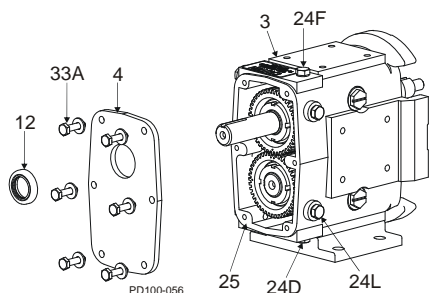

Figura 68 - Remova a tampa da caixa de engrenagens
1. Remova o bujão de drenagem de óleo (Figura 68, item 24D); drene o óleo.
2. Remova os parafusos de tampa da caixa de engrenagens (Figura 68, item 33A).
3. Puxe a tampa (item 4) para fora da extensão do eixo. Se a tampa emperrar, use um martelo macio para soltá-la.
4. Remova o vedante de silicone (item 25) da caixa de engrenagens e da tampa.
5. Usando uma prensa manual, remova a vedação do óleo (item 12) da tampa. Descarte a vedação do óleo usada.